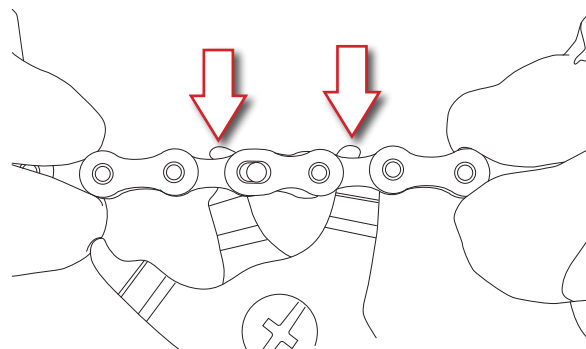

Fig.10
- Inserite nelle maglie interne adiacenti alla C-Link™ una pinza di chiusura falsa maglia con denti di spessore inferiore a 1,8 mm (Fig. 10).